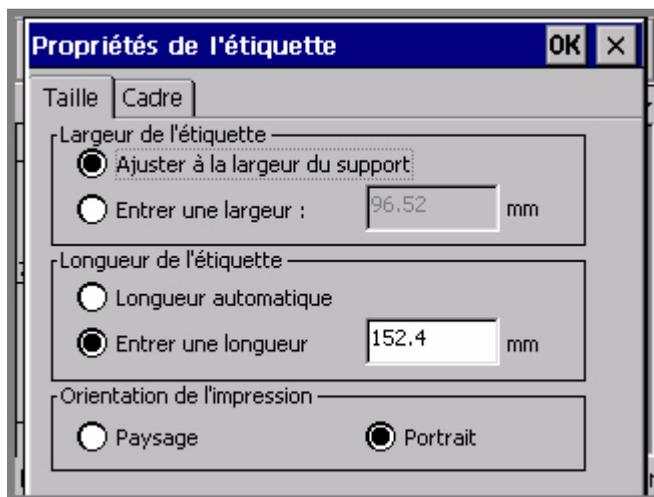

Figure 6-14. Onglet Taille de l'écran Propriétés de l'étiquette
- **Taille**, pour le contrôle des dimensions de vos étiquettes (Figure 6-14)
Les options de l'onglet **Taille**, illustré à la Figure 6-14, vous permettent de modifier la taille d'une étiquette et de définir son orientation à l'impression :